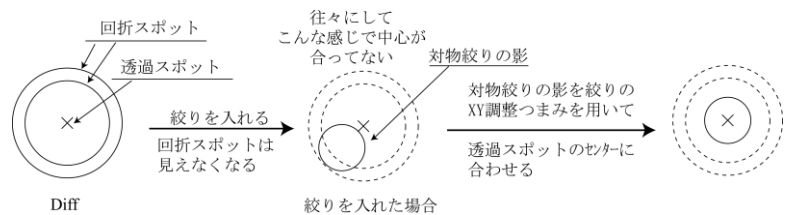

図 6 中心合わせ概念
- (d) 対物絞りをダイレクトスポットに XY 調整ネジを用いてあわせる（具体的には図 6 参照）。